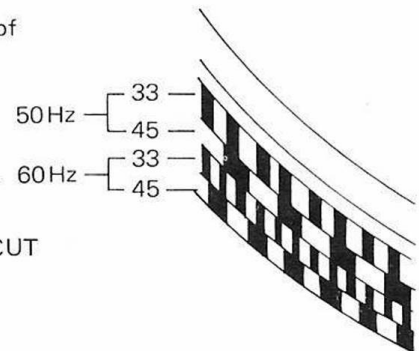

Abb. 9
5. Stellen Sie den Knopf für die Feineinstellung der Drehzahl so ein, daß das Stroboskop – Streifenmuster auf dem Plattentellerrand – das von der Lampe beleuchtet wird, stillsteht. (Abb. 9)